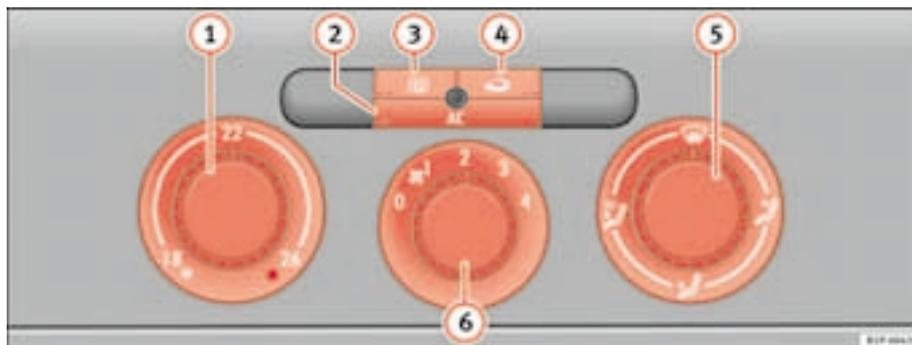

Fig. 105 Mandos del Climatic en el tablero de instrumentos
- Con los reguladores ⇒ fig. 105 ① y ⑤ y con el mando ⑥ se regula la temperatura, la distribución del aire y la velocidad de la turbina.
- Pulse la tecla ②, ③ o ④ para activar o desactivar la función correspondiente. Cuando la función está activa, la ventana situada en la esquina inferior de la tecla se ilumina.
① Regulador de temperatura ⇒ página 151
② Tecla [AC] – Encender o apagar el grupo refrigerador ⇒ página 151
- ③ Tecla [OFF] – Luneta térmica. Esta función se apaga automáticamente aproximadamente 20 minutos después de haberla conectado. Se puede desconectar antes pulsando de nuevo la tecla.
- ④ Tecla [ON] – Recirculación de aire ⇒ página 153
- ⑤ Regulador de la distribución de aire ⇒ página 151
- ⑥ Mando de la turbina. El caudal de aire tiene 4 niveles de ajuste. La turbina debería funcionar siempre en el nivel más bajo cuando se circule a poca velocidad. ▶
- Encienda el climatizador con la tecla ⇒ página 150, fig. 105 .